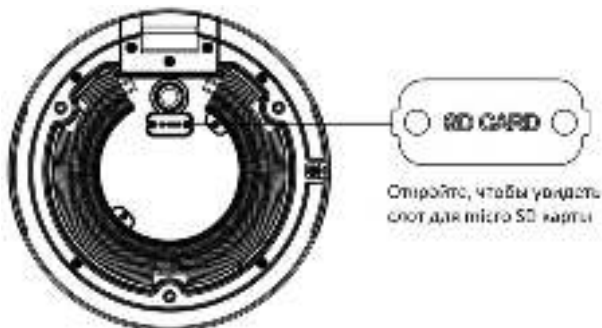

Рисунок 2-22 Крышка слота для microSD карты
- 1) Ослабьте два винта и удалите крышку камеры, чтобы получить доступ к слоту для microSD карты (рисунок 2-22).